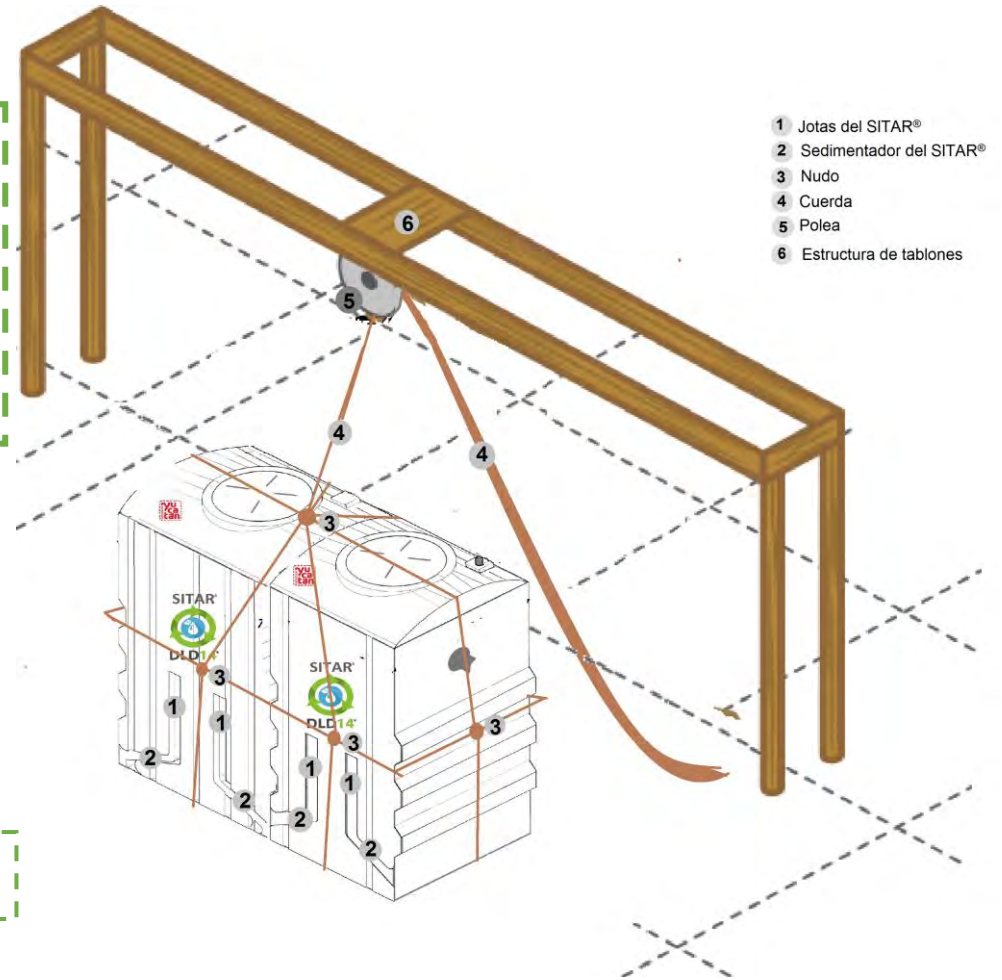

Figura 2. Recomendaciones para colocar el módulo en el sitio de instalación.
- **Módulo DL D14®:** En el caso de casas habitación de hasta 5 usuarios se requiere la instalación de 2 módulos (720 L y 580 L, para un volumen total de 1,300 L). Tomar en cuenta que las medidas del módulo son de 1.85 m de largo, 0.83 m de ancho y 1.55 m de alto (con tapas No. 1), la excavación recomendada para la instalación será: Largo: 2.10 m, ancho: 1.20 m y profundidad: 1.80 m. De igual forma se necesita el colado de una plantilla de nivelación de cemento de 5 cm de espesor (cuando la cantidad de módulos requeridos supere los 100 Kg/cm³ implementar una plantilla de concreto de 10 cm de espesor). Se recomienda bajar el módulo al sitio de instalación, cuidando no golpear el mismo, A continuación se expone un ejemplo utilizando un sistema de polea y andamio como se muestra en el siguiente esquema (Figura 2):